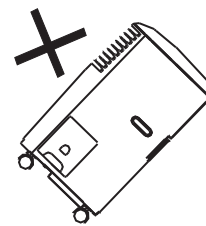

fig. 1
- Colocar el aparato siempre sobre una superficie estable (fig. 1).